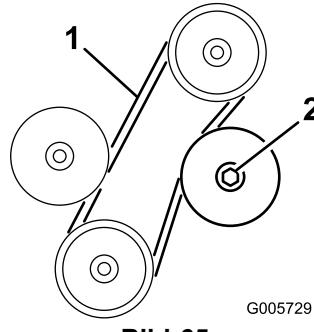

Bild 65
3. Die Riemendurchbiegung in der Mitte zwischen den Riemenscheiben bei 22 N sollte 6 mm betragen (Bild 65). Machen Sie bei einem falschen Durchbiegungswert mit Schritt 4 weiter. Bei einem korrekten Durchbiegungswert, machen Sie mit Schritt 5 weiter.
4. Lösen Sie die Sicherungsmutter, mit der die verstellbare Spannscheibe befestigt ist (Bild 65). Drücken Sie die Spannscheibe gegen den Riemen, bis die gewünschte Durchbiegung erreicht ist, und ziehen Sie dann die Sicherungsmutter der Spannscheibe an (Bild 65).
2. Lösen Sie die Sicherungsmutter, mit der die verstellbare Spannscheibe befestigt ist, schieben Sie die Scheibe vom Riemen weg und nehmen Sie den Riemen von den Scheiben (Bild 65).
3. Setzen Sie einen neuen Riemen ein und stellen Sie die richtige Spannung ein. Bewegen Sie die Spannscheibe in Richtung des Antriebsriemens, bis sich der Riemen bei einer Belastung von 22 N in der Mitte zwischen der oberen Scheibe und der stationären Spannscheibe 6 mm Durchbiegung aufweist. Ziehen Sie die Sicherungsmutter der Spannscheibe an, damit die Einstellungen beibehalten werden (Bild 65).